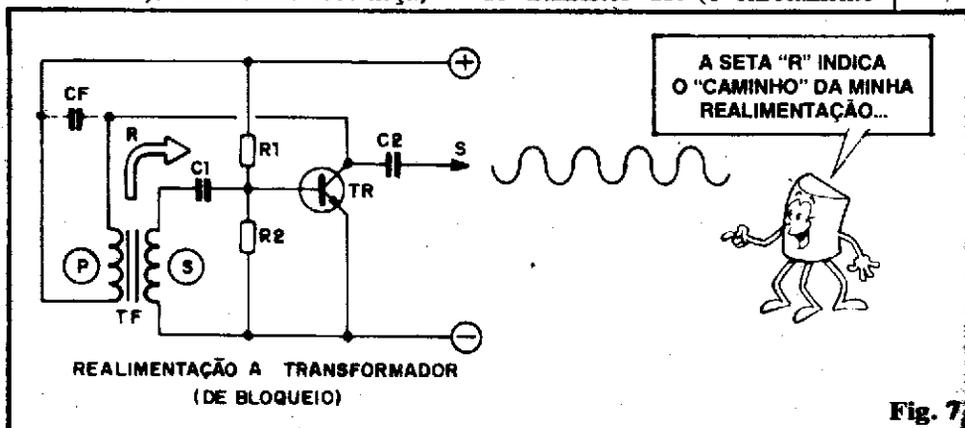

Fig. 7
- FIG. 7 - REALIMENTAÇÃO A TRANSFORMADOR - É um arranjo simples e muito utilizado nos osciladores mono-transistorizados. Os resistores R1 e R2 polarizam o transistor TR num ponto ideal de funcionamento, de modo que, ao ser aplicada a alimentação ao circuito, TR entra em condução, permitindo a energização da carga de **coletor** (representada pelo **primário** "P" do transformador TF...). Pelo fenômeno da indução eletro-magnética, o "surto" de corrente presente no **primário** "passa" para o **secundário** "S" de TF, na forma de um pulso em polaridade inversa e que, aplicado via capacitor C1 à **base** do transistor TR, "despolariza" momentaneamente o dito transistor. Este, então, para conduzir, por um instante, ocorrendo então o colapso da corrente no seu circuito de **coletor** (onde está o **primário** de TF). Tudo então recomeça,
vem que, tanto no esquema básico da fig. 7, quanto na configuração ora mostrada, se o capacitor CF for substituído por um capacitor do tipo variável (ver “Aula” nº 2), podemos controlar ou ajustar a frequência de oscilação através justamente do ajuste do valor desse componente! O Oscilador tipo **Hartley** presta-se ao trabalho tanto em baixas quanto em altas frequências.